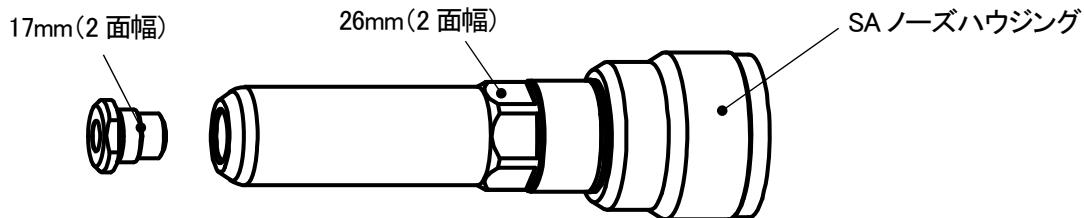

図 7-6
①7-1①②の要領で SA ノーズハウジングをツール本体より取り外してください。
②26mm と 17mm のスパナでノーズピースをノーズハウジングより取り外してください。(図 7-6)